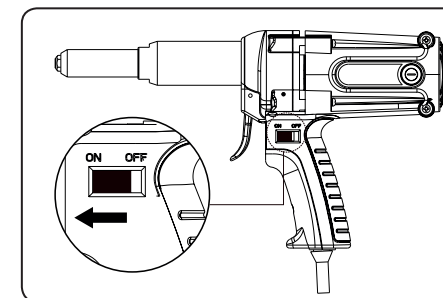

Fig.3
- a) **Conmute el conector de funcionamiento de la pistola remachadora a la posición "ON", véase fig.3.**